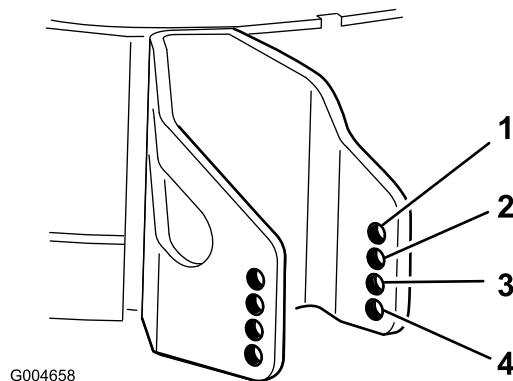

図 24
- 設定した刈高に一番近い数値の穴を、芝削り防止ローラの取り付け穴とする（図 24）。